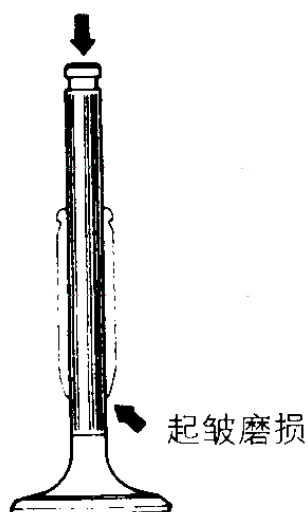

图 2-59 检查气门杆
(1) 如果气门杆已磨损（起皱磨损）或有其他损伤（图 2-59），则应更换。另外，如果杆端（与摇臂调节螺钉接触的部分）有凹痕也应更换气门。